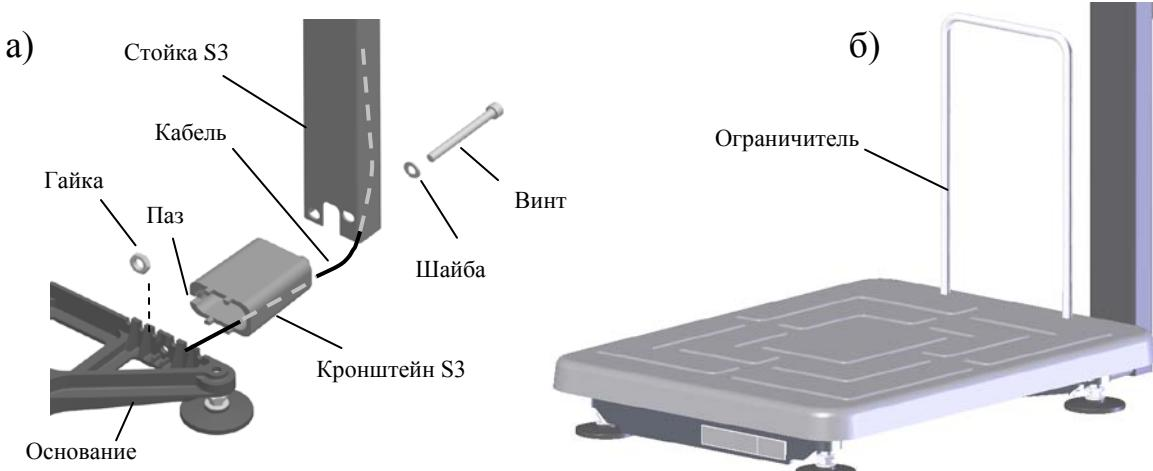

Рис. 5.2 – Крепление прямоугольной стойки к модулю TB-S_
- Протянуть кабель через кронштейн и стойку (см. Рис. 5.2 а);
Вложить в винт M8×130 шайбу 8. Вставить винт в отверстие стойки и пропустить его сквозь стойку, кронштейн (положение паза кронштейна см. на Рис. 5.2а) и основание модуля. Стянуть винт гайкой M8.
- Плотно вставить в отверстия платформы ограничитель (Рис. 5.2 б).